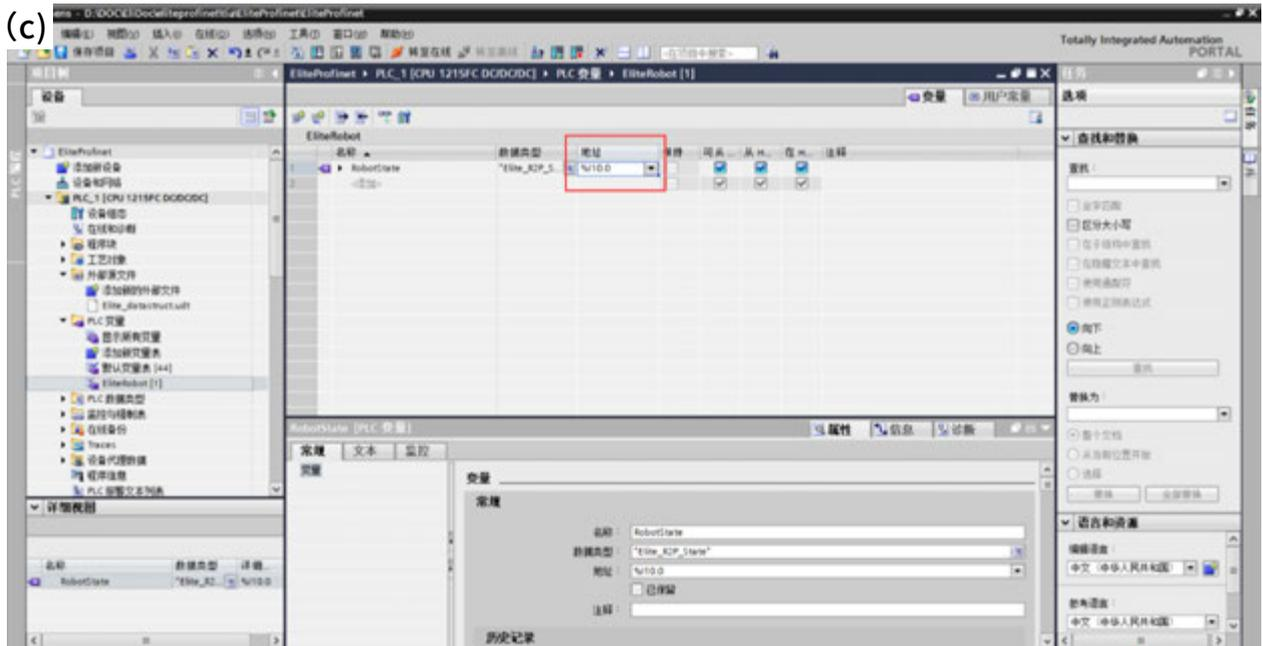

図 15-8 変数追加
1) 左側項目ツリーから PLC 変数を選定する、「新規変数表追加」としてもよいし、直接に「デフォルト変数表」を選定してもよい。そのつぎに、対応する変数表に変数を追加する：名称を記入する、データタイプを選定する、図 15-8 (a) に示す、ロボットの状態を取得するなら、「Elite_R2P_State」タイプを選定する。
2) 左側項目ツリーに「設備とネットワーク」をダブルクリックする、さらに「elite-dev」をダブルクリックして、スロット1の「R2P_State_1」を選定する、さらに「I/O変数」を選定する、一番目の変数アドレスを図 15-8 (b) に示すように記録する、「%I10.0」であること。
3) 変数表に戻る、先に記録したばかりのアドレスを変数アドレスに図 15-8 (c) に示すように記入する。このように推定すれば、10 スロットの変数を追加することができる。